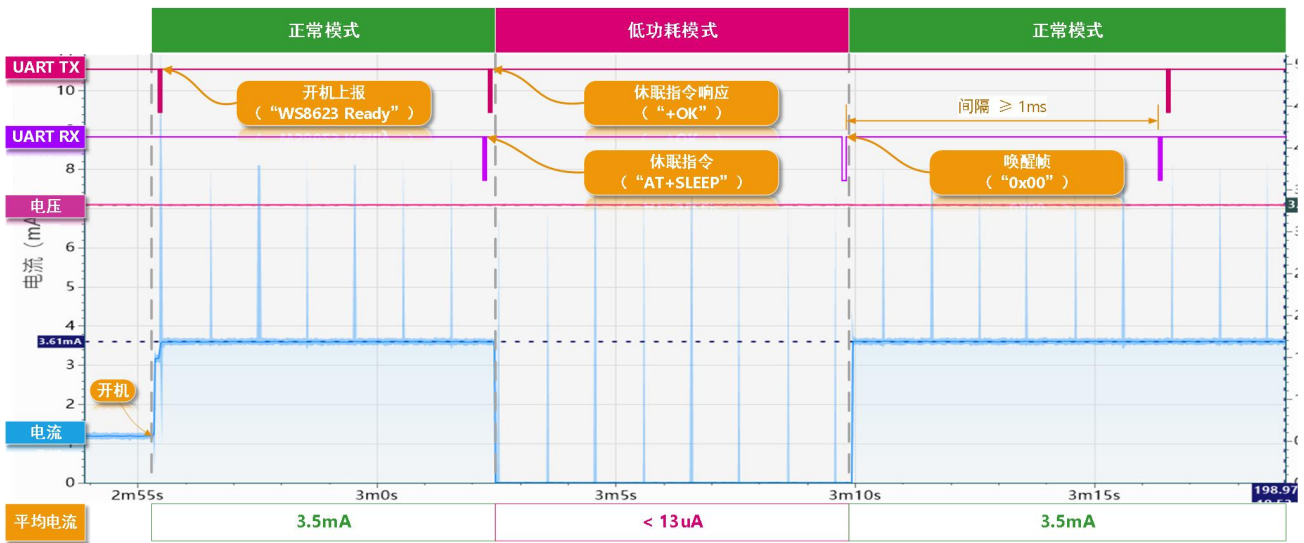

图 3 WS8623 电源模式示意图 (1s 广播间隙)
模组支持两种电源模式：正常模式和低功耗模式。如【图 3 WS8623 电源模式示意图】所示。
- 正常模式：模组全速运行。UART, BLE 广播, BLE 连接全部运行。此时功耗最高。图 3 中广播间隙 1s 一次，平均电流约 3.5mA;
- 低功耗模式：在该模式下 BLE 广播, BLE 连接正常运行，但 UART 停止。此时功耗最低。图 3 中广播间隙 1s 平均电流小于 13uA。在 BLE 连接中，如果此时有来自于 BLE 主机的数据，模组自动唤醒，并输出数据；数据输出完成后模组继续进入低功耗状态。